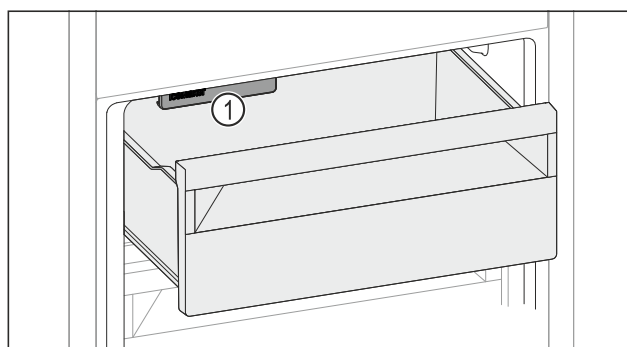

Fig. 169
- ▶ Tenga en cuenta el IceMaker Fig. 169 (1).